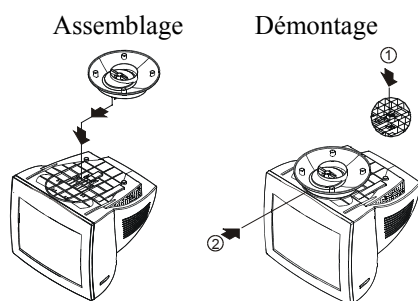

Figura 1 Instalando y Quitando la Base Giratoria
- Vuelve cuidadosamente el monitor sobre su lado o al revés. (véa figura 1).